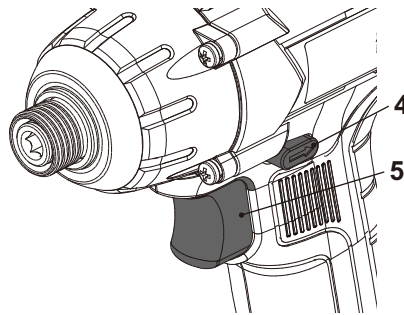

Fig. 9
- > Assurez-vous que l'inverseur de sens de rotation (4) n'est pas en position centrale de verrouillage.
- > Mettez le produit en marche en appuyant sur l'interrupteur marche/arrêt (5) (Fig. 9).
- > Éteignez le produit en relâchant l'interrupteur marche/arrêt (5) (Fig. 9).